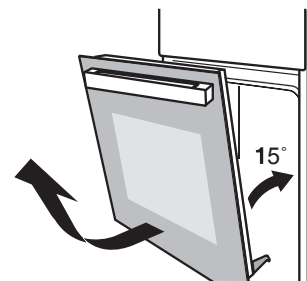

Figura 2
2. Chiudere la porta a circa 15°. Sollevarla ed estrarla lentamente dal forno. (Figura 2)